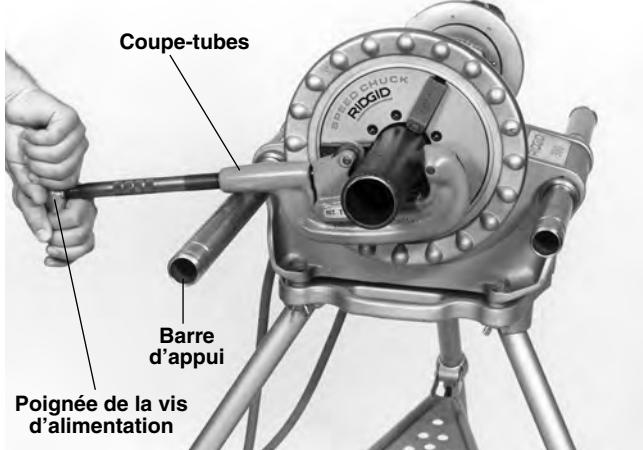

Figure 5 – Coupe des tuyaux à l'aide d'un coupe-tubes à main
- Alignez les galets de coupe sur le repère de coupe du tuyau et reposez le bâti du coupe-tubes sur la barre d'appui côté gauche (Figure 5). Serrez le coupe-tubes manuellement contre le tuyau en tournant la poignée de la vis d'alimentation, tout en gardant les galets de coupe alignés sur le repère.
- Prenez la poignée de la vis d'alimentation du coupe-tubes des deux mains (*Figure 5*) et tenez la pédale de commande appuyée avec votre pied gauche.